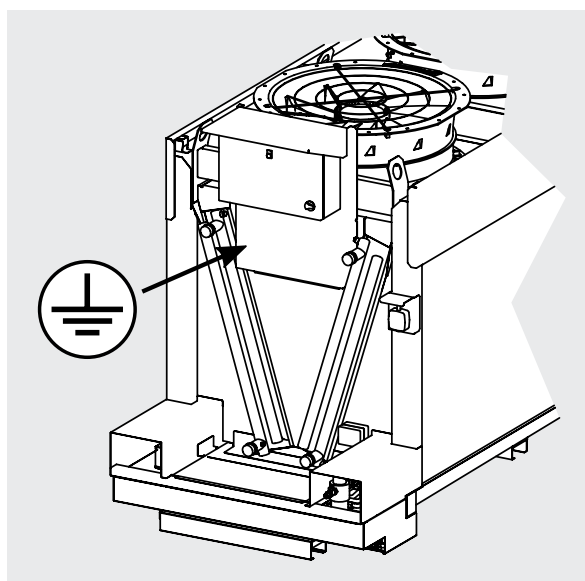

Figura 14
8.4 Per ridurre al minimo il rischio dovuto a contatti indiretti, l'impianto elettrico è collegabile a terra mediante il perno che si trova sul sostegno frontale. V. Figura 14.